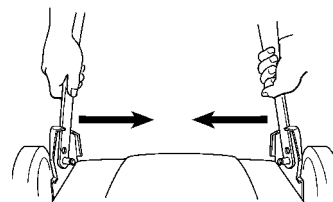

Figure 32
1. Pincer vers l'intérieur le bas des deux branches du mancheron inférieur, et faire glisser le mancheron au-delà des butées des supports (Fig. 32).